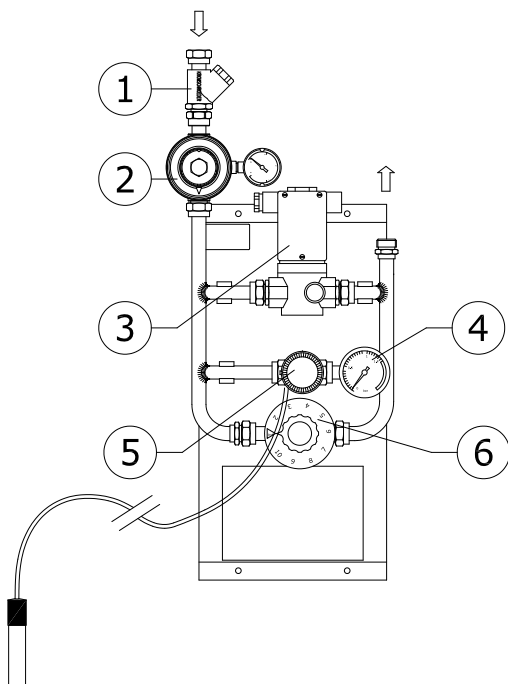

Fig. 2
a) Activar la válvula eléctrica desde el sistema de control (fig.2), colocar el cabezal termostático en la posición Δ y ajustar la presión de salida (según modelo) mediante el regulador de entrada (2) y comprobar la presión en el manómetro de salida (4)
c) Reajustar la presión de salida mediante el regulador de entrada (2) una vez que todos los radiadores estén encendidos.
a) Enable the electro valve from the control system (fig. 2), set the thermostatic head in position Δ and set the outlet pressure (depending on the model) using the inlet regulator (2), and check the pressure in the outlet pressure gauge (4).
c) Re-set the outlet pressure using the inlet regulator (2) once all the brooders are switched on.
a) Activer la soupape électrique depuis le système de contrôle (fig. 2) et régler la pression de sortie (selon modèle) à l'aide du régulateur d'entrée (2) et vérifier la pression sur le manomètre de sortie (4)
c) Régler à nouveau la pression de sortie à l'aide du régulateur d'entrée (2) une fois que tous les radiateurs seront allumés.